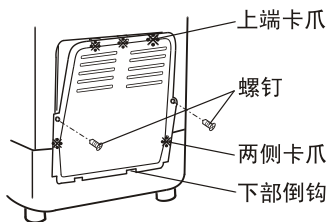

图4
4. 安装后盖，先将后盖的下部倒钩挂在箱体上，再将两侧及上端卡爪（标“*”处）自下而上依次接入，使其恢复原位，注意不可用力过猛，再将螺钉（2处）拧紧。（如图4所示）